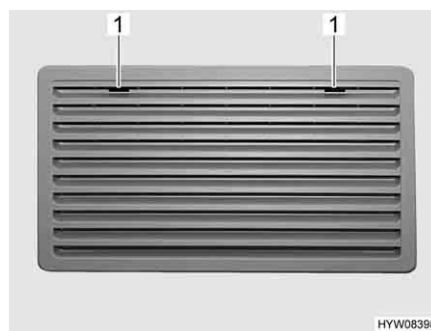
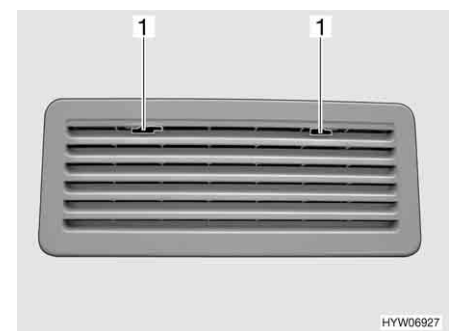

Fig. 214 Grille d'aération du réfrigérateur (Thetford, grande)
Fig. 215 Grille d'aération du réfrigérateur (Thetford petit)
- Pousser le dispositif de blocage (Fig. 214,1 ou Fig. 215,1) vers le milieu.